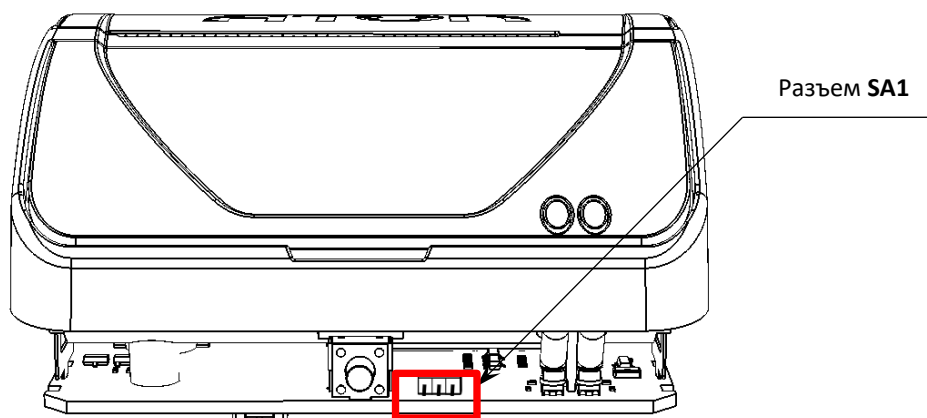

Рисунок 36. Расположение разъема **SA1** на БУ
2. Отделить нижнюю часть корпуса от его верхней части, открутив четыре винта крепления (см. рисунок 18 на странице 20). Получить доступ к разъему **SA1** блока управления (см. рисунок 36).
2. Отделить нижнюю часть корпуса изделия от его верхней части, открутив четыре винта крепления (см. рисунок 36 на странице 36). Получить доступ к блоку управления и разъему **SA1**.